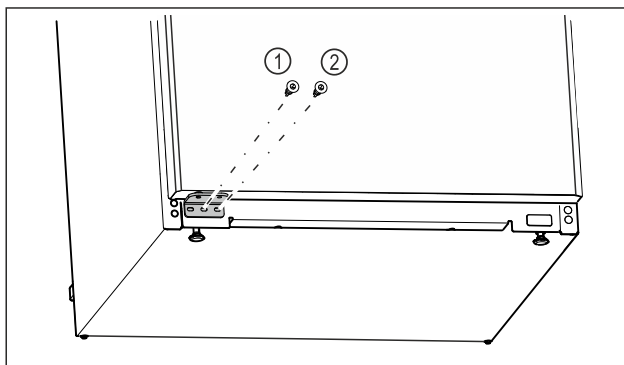

Fig. 26
- ▶ Înșurubați ferm șurubul din mijloc al suportului de lagăr Fig. 26 (1) cu șurubelnița Torx 20.
- ▶ Înșurubați ferm șurubul din interior al suportului de lagăr Fig. 26 (2) cu șurubelnița Torx 20.